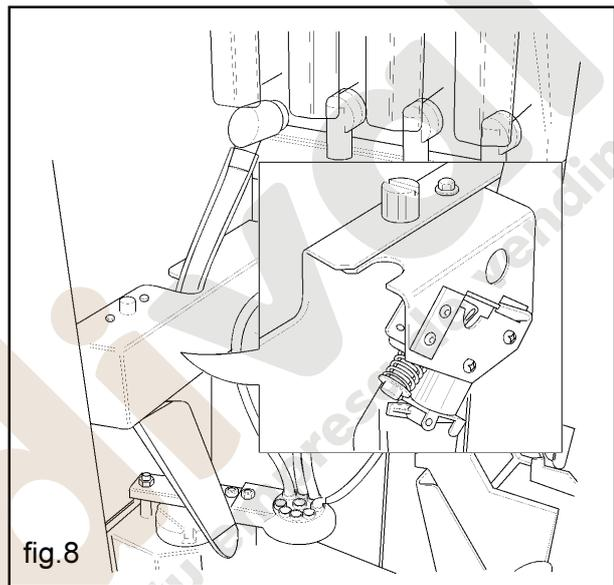

fig.8
- Se activa el motor de arrastre de la canaleta que conduce el azúcar hasta el vaso (fig. 8)